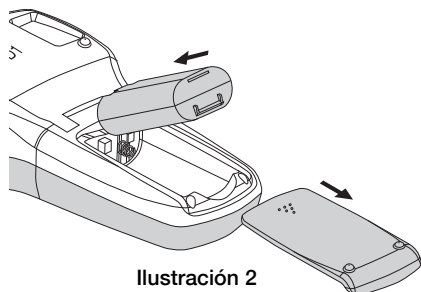

Ilustración 2
- 1 Retire la tapa del compartimento de la batería de la rotuladora. Vea la Ilustración 2.